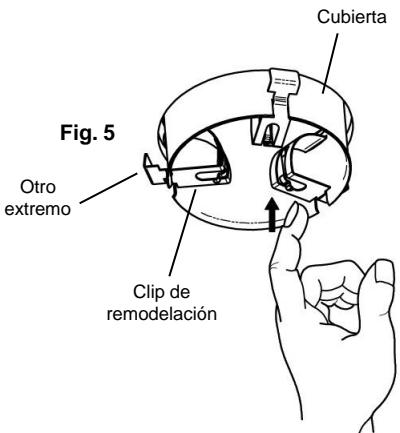

Fig. 5
2. Cuando la cubierta esté casi completamente insertada, empuje los clips de remodelación a través de la abertura de la ranura en "l". (Fig. 5)